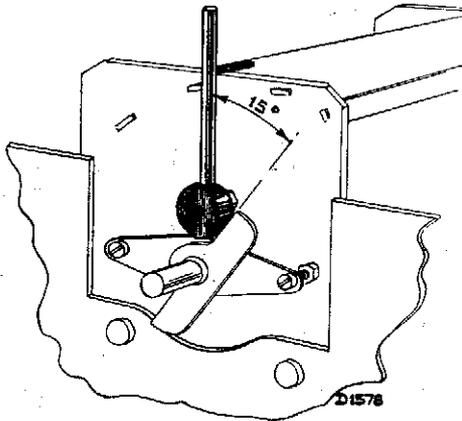

Abb. 3
1. 15°-Lehre einsetzen (Abb. 3) und Abstimm-